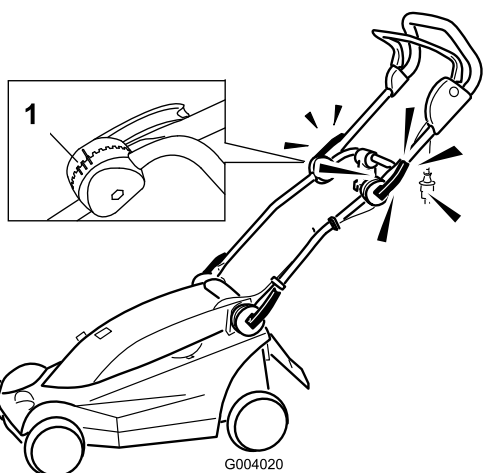

Рисунок 6
**Примечание:** Верхнюю рукоятку можно установить в одно из 3-х положений. Совместите метку с одной из 3-х меток на внутренней стороне фиксатора верхней рукоятки (Рисунок 6).